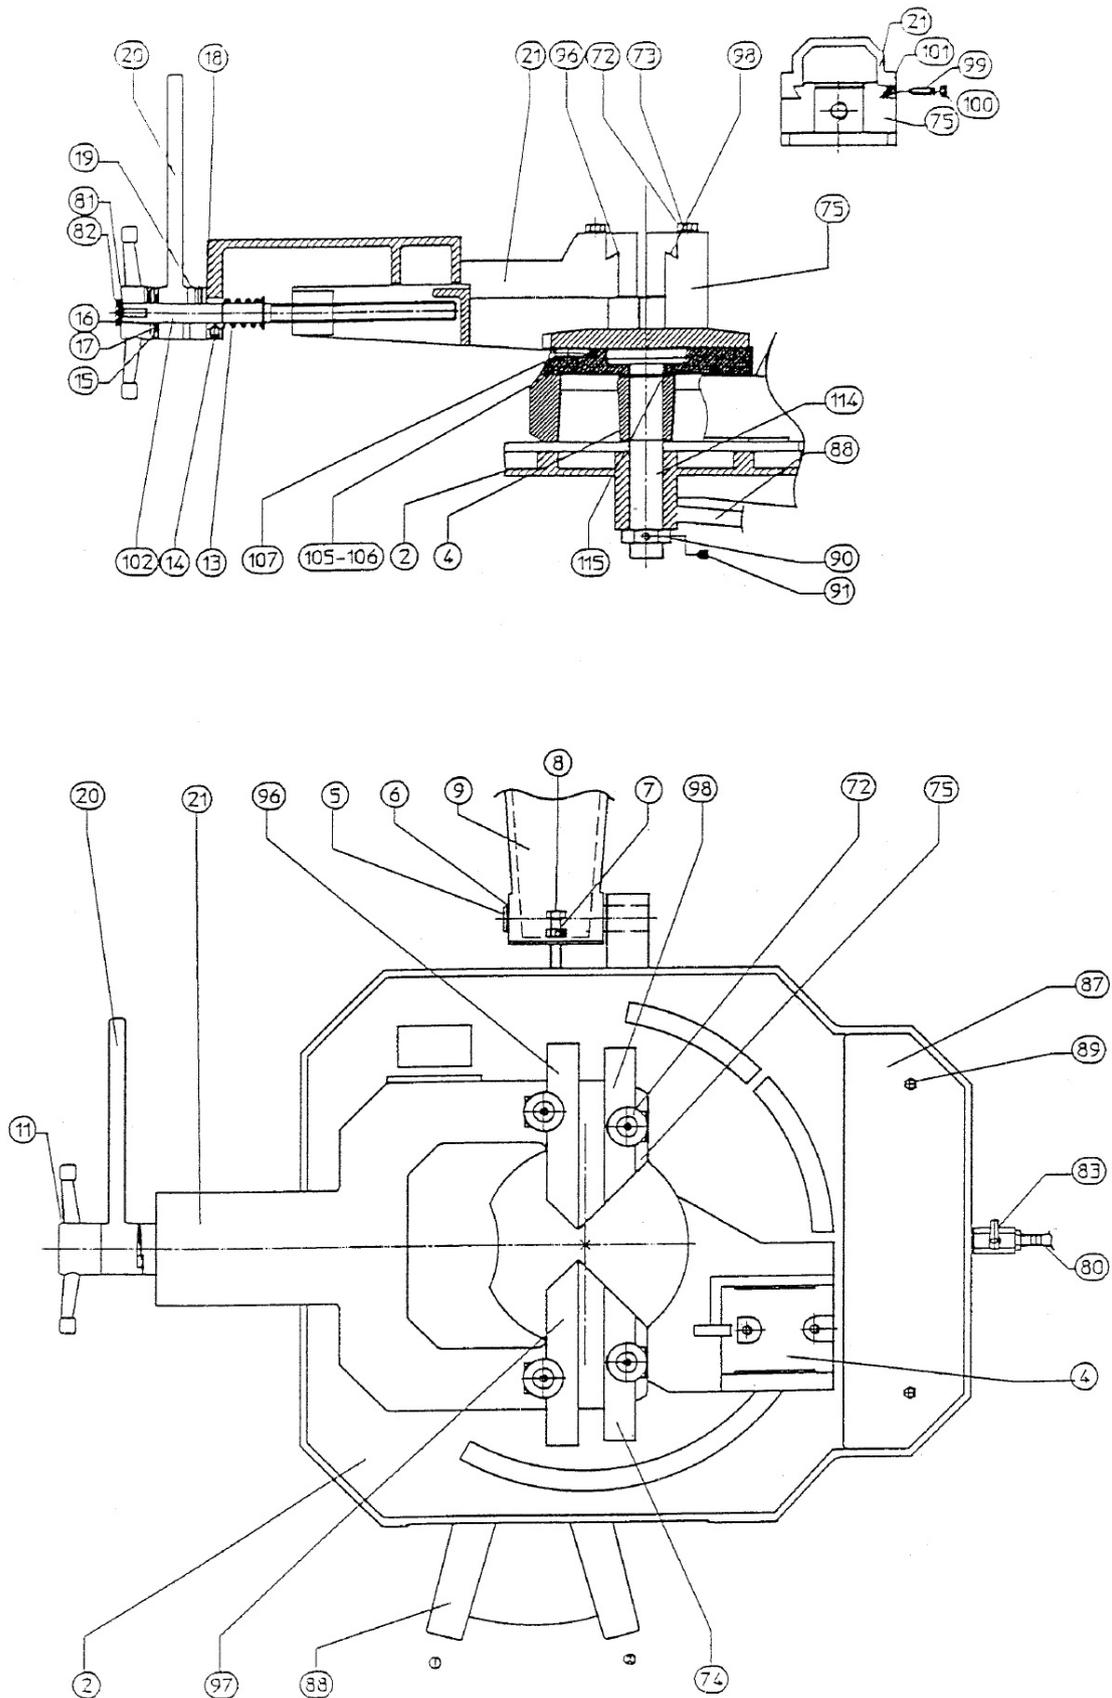

Abb. 23: Ersatzteilzeichnung 2 - MKS 315 N
Schritt 1: Die Spannbacke [Abb. 23, 96] abmontieren, den Spannstock [Abb. 23, 21] komplett entnehmen, in dem man das Handrad [Abb. 23, 11] dreht.
Schritt 2: Die Schraubstock-Führungen [Abb. 23,21 und 75] schmieren und einen Tropfen Öl in den Schmierpunkt [Abb. 23, 19] hinter dem Handrad gießen.
Schritt 3: Bei Bedarf das Spiel der Schraubstockbacke auf den Führungen mit dem Stift [Abb. 23, 99] justieren. dazu zuvor die Feststelmutter [Abb. 23, 100] lockern und anschließend wieder festziehen.